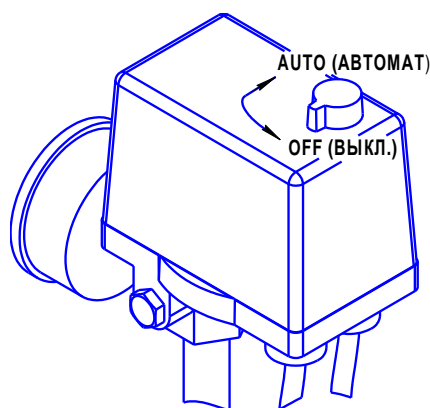

Рисунок 3
- 1 Проверьте, чтобы выключатель на прессостате находился в выключенном положении "OFF" (см. рисунок 3).
- 1 Выключить компрессор выключателем на прессостате. Для этого необходимо переключить выключатель в положение "OFF" (см. рисунок 3). После этого остановится электродвигатель и произойдет сброс давления из нагнетательного воздухопровода и поршневого блока.
выключатель на прессостате в положение "OFF" (см. рисунок 3), а затем включите компрессор переключив выключатель в положение "AUTO".